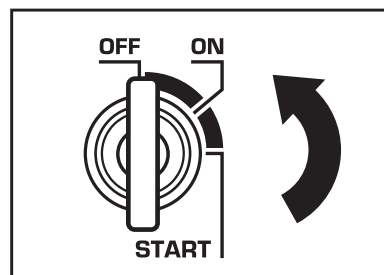

Figura 7
3. Espere 2 o 3 minutos y gire la llave de encendido a la posición "OFF". (Figura 7).